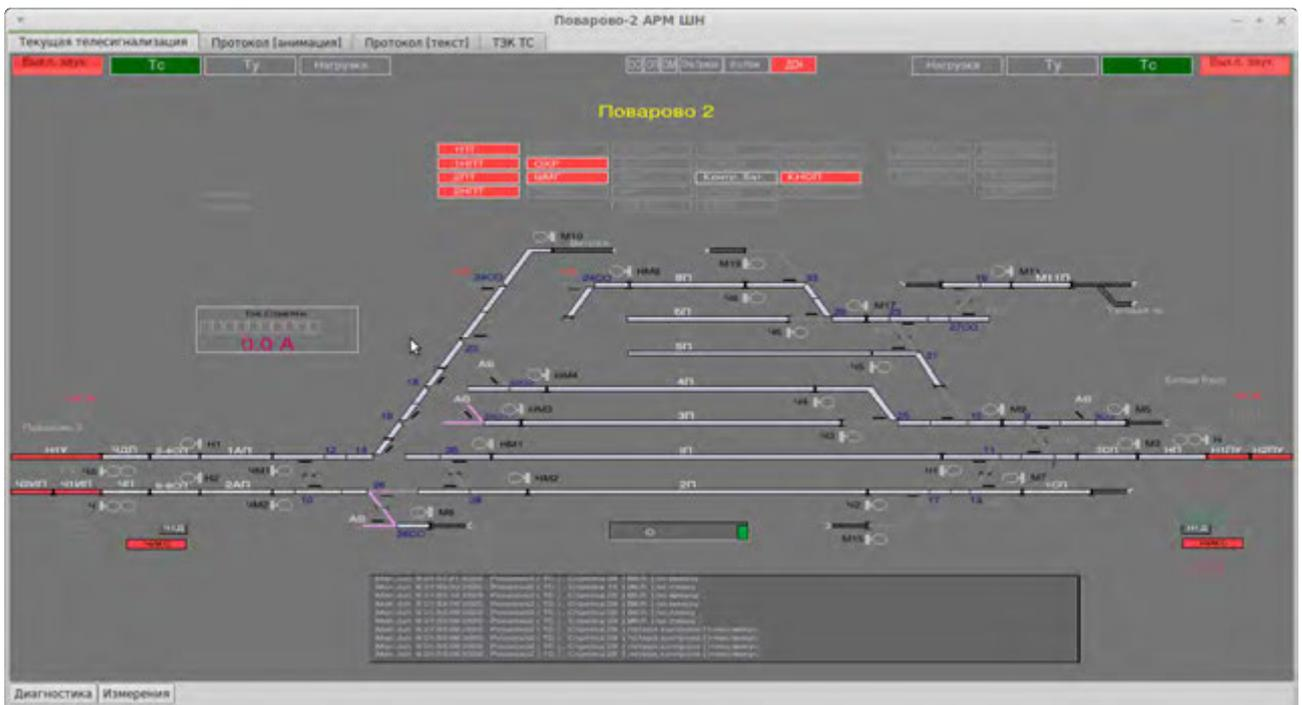

Рисунок 4. Станция в режиме реального времени.
7.1.1. Запустить приложение на АРМ ШН с возможностью подключения к базе данных протоколов комплектов «А» или «Б» АРМ ДСП, представленное на рисунке 3. После запуска приложения на АРМ ШН информация будет отображаться в реальном масштабе времени (Рисунок 4).